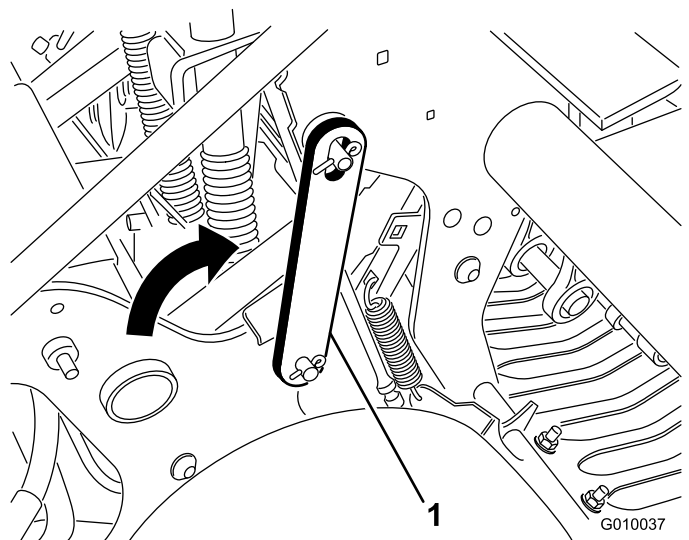

Figura 19
4. Incline o trinco de segurança para trás e introduza-o no pino da cabeça de perfuração (Figura 19). Prenda o trinco com o anel de bloqueio.